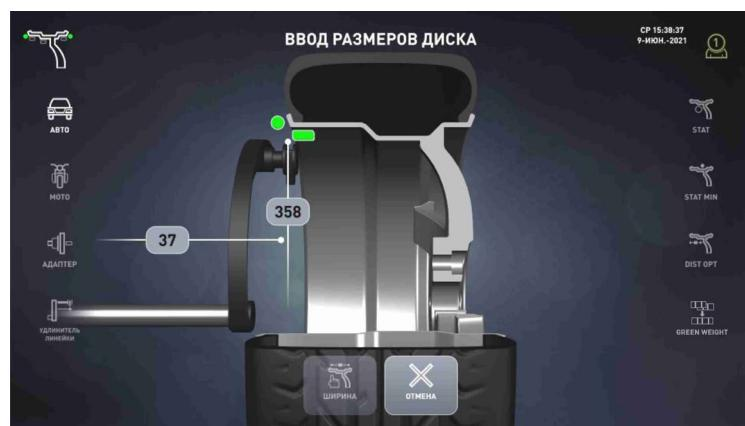

Рисунок 6.3 – Ввод размеров
*Ввести размеры. Для этого первую электромеханическую линейку подвесить к ободу (рисунок 6.3) и держать там до звукового сигнала. Вернуть линейку в исходное положение.*